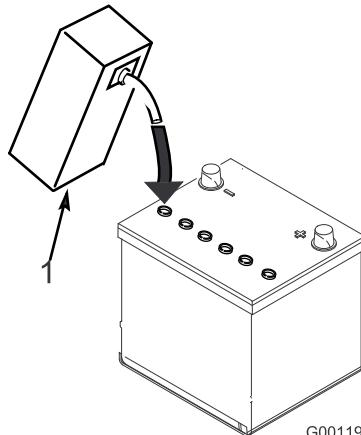

図 6
- 各セルに慎重に電解液を満たす。電極板が6mm程度水没するぐらいが適当 (図 6)。
- 電極板が液を吸収するまで20~30分間程度待つ。必要に応じて、電極板が 6 mm程度水没するぐらいに電解液を補充する (図 6)。